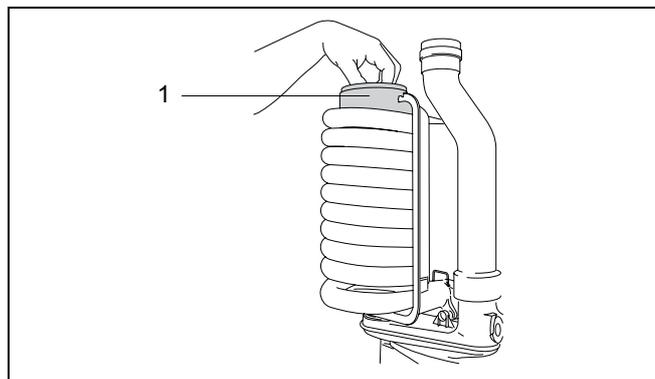

Fig. 50 Togliere il pistone di deviazione dei gas di scarico
- Togliere il deviatore dei gas di scarico dallo scambiatore (fig. 50, pos. 1).